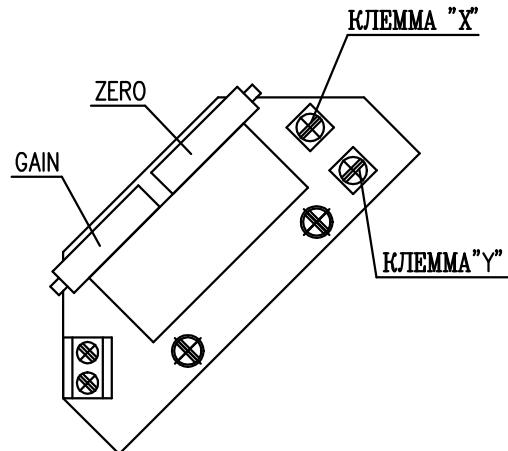

Рис. 6
#### EPV - 2-проводниковое включение (рис.6)
- Установите датчик сопротивления на основании инструкций в предыдущей главе так, что величину сопротивления измеряйте на клеммах X-Y (рис.6). (употреблен датчик с сопротивлением 100W)
- Поворачиванием устанавливающегося триммера ZERO (рис.6) установите величину выходного сигнала тока, измеряемого на клеммах 81-82, на величину 4 мА.
- Поворачиванием устанавливающегося триммера GAIN (рис.6) установите величину выходного сигнала тока, измеряемого на клеммах 81-82, на величину 20 мА.